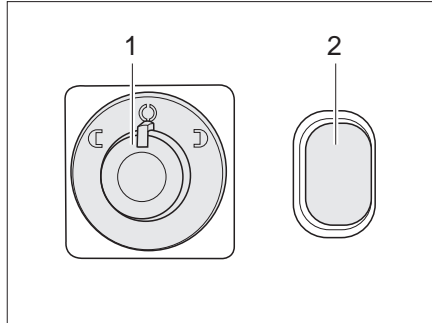

Fig. 24 Interruttore per gli specchietti esterni a regolazione elettrica e riscaldamento degli specchietti
- Selezionare lo specchietto da impostare. A tal fine premere l'interruttore girevole (Fig. 24,1) verso sinistra oppure verso destra.
- Premendo l'interruttore (Fig. 24,1) regolare lo specchietto nella posizione corrispondente.
- Premere l'interruttore (Fig. 24,2). La spia di controllo nell'interruttore indica il funzionamento.